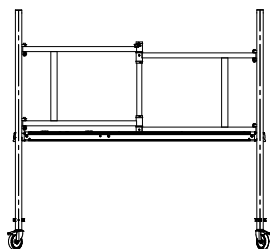

Rys. 92 Kompletne rusztowanie Levvel EasyGate 900
24. Kompletne rusztowanie Levvel EasyGate 900 ma wysokość wynosi 8,31m, mierzone od podłoża do szczytu drabiny nadstawy (Rys. 92).